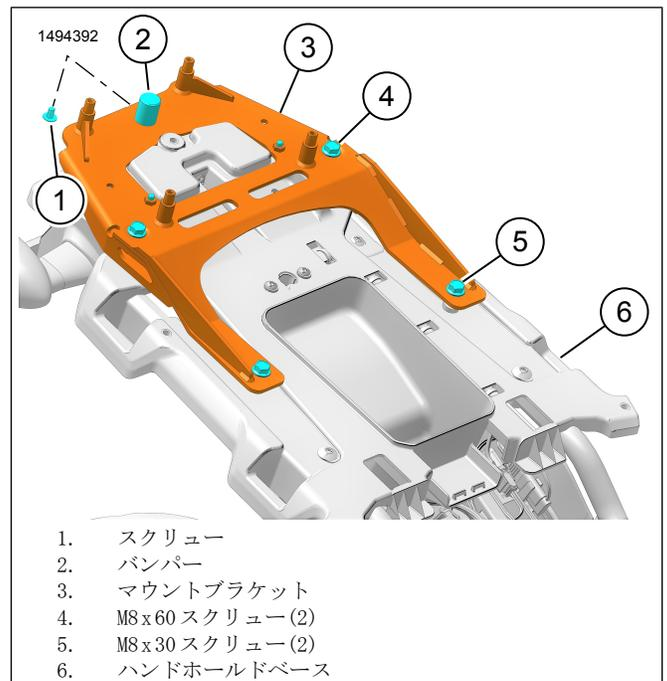

図8。マウントブラケット
5. 図8を参照してください。マウントブラケット(3)にバンパー(2)とスクリュー(1)を取り付けます。
7. 図8を参照してください。マウントブラケット(3)を取り付けます。
- c. 図8を参照してください。スクリュー(4,5)を締め付けます。